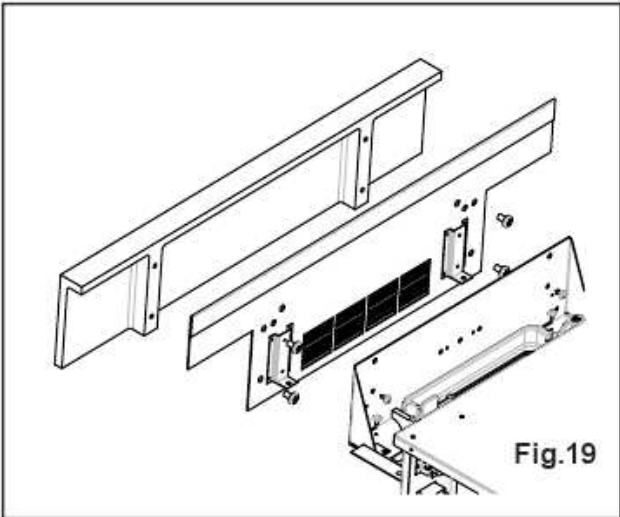

Fig.19
2. wykręcić cztery śruby (rys. 19), usunąć obudowę szuflady oraz metalową płytę mocującą.
5. przykręcić czterema śrubami (rys. 19) nową obudowę z płytą mocującą do kominka.